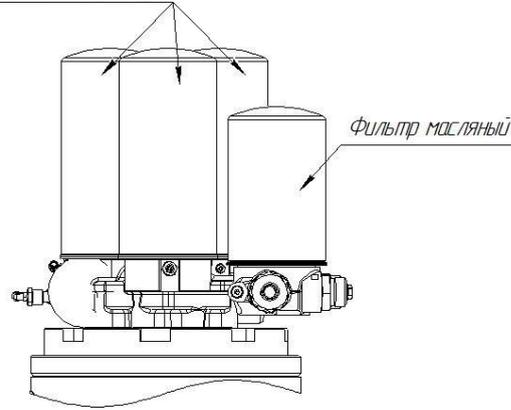

Рисунок 6
8.3.5 Замена фильтра масляного (через каждые 4000 часов), но не реже одного раза в год (см. рисунок 6)
8.3.6 Замена фильтров-маслоотделителей (сепараторов) (через каждые 4000 часов), но не реже одного раза в год (см. рисунок 6)